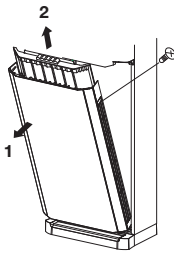

Рис. 7
Как изображено на рис. 7, приведите панель в положение (1) и выкрутите винт. Открыв панель, открутите винты, крепящие воздушный фильтр. Извлеките фильтр, потянув в направлении, указанном стрелкой (2).
Удалите загрязнения, слегка постукивая по фильтру, или с помощью пылесоса. Сильное загрязнение удалите тканью, смоченной в небольшом количестве воды или мягкого моющего средства (рис. 7).